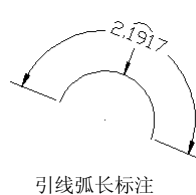

图 4-52 引线弧长标注
(4) “引线”选项主要用来添加引线对象，此选项仅当圆弧（或弧线段）大于 90° 时才会显示，引线是径向绘制，并指向所标注圆弧的圆心，如图 4-52 所示。